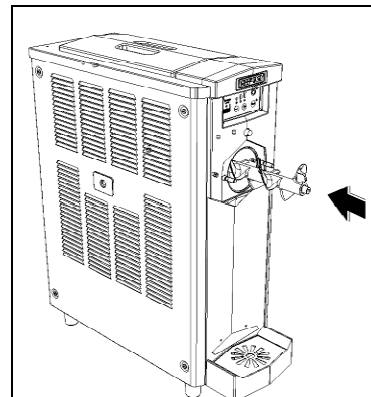

Fig. 28
- Insérer la spirale avec soin dans le cylindre en faisant en sorte que la queue arrière entre parfaitement dans son siège à l'intérieur du cylindre (fig.28).